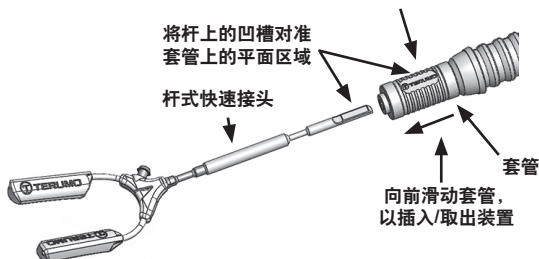

图 4 - 将附属装置添加到 Hercules™ 3 通用稳定器臂
- a. 连接标准 Terumo 杆式快速接头装置，向前滑动 Hercules 通用稳定器臂的套管，使装置连接杆上的凹槽对准 Hercules 通用稳定器臂套管带有徽标的平面区域，将连接杆插入快速接头（见图 4）。退回套管至原来的位置，将装置锁定到快速接头中。检查连接是否稳固。